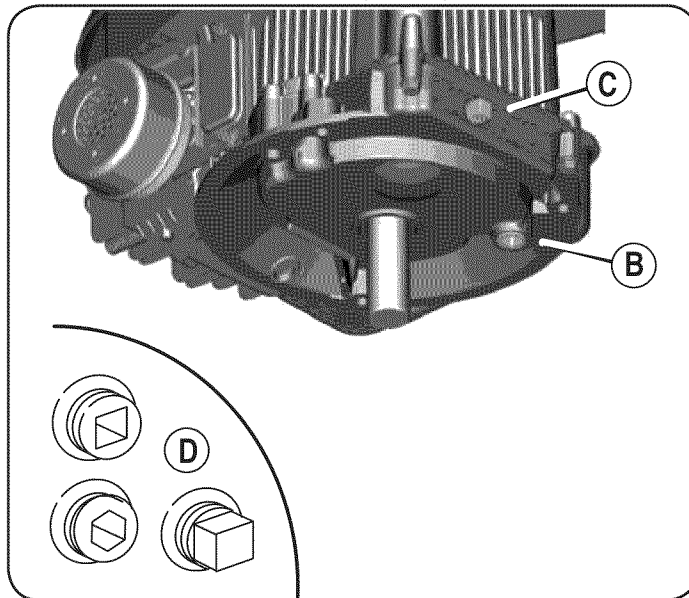

Figura 17
2. El motor está equipado con un drenaje inferior (B, Figura 17) and/o un drenaje lateral (C). Remueva el tapón de drenaje de aceite. Drene el aceite a un recipiente aprobado.